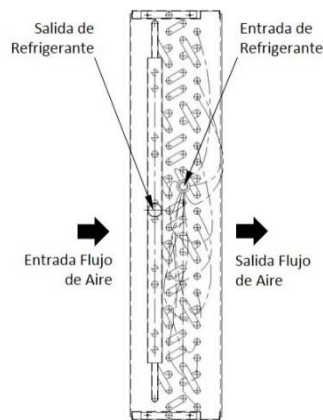

Fig.5
- La válvula de expansión y la tubería de líquido se debe conectar en la entrada de refrigerante al serpentín la cual se encuentra en el mismo lado por donde el aire sale del serpentín (Fig.5). Esto le dará contraflujo y mayor transferencia de calor.